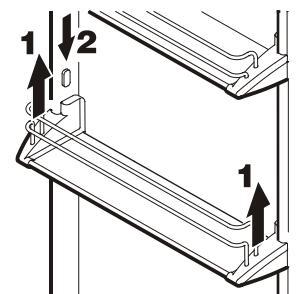

Figura 8
- Figura 8
- Retire los estantes de la cara interior de la puerta según se muestra en la **Figura 8, 9**.